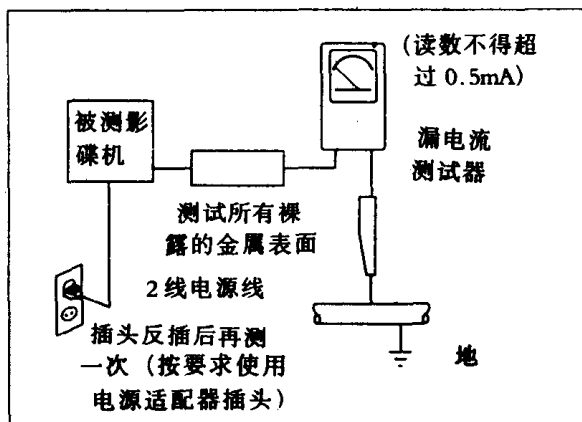

图1.1.1 交流漏电测试
3) 加电漏电检查，见图1.1.1。整机完全装好后，将交流电源插头直接插入220V交流插座（在进行此项测试时不要用隔离变压器），再用漏电测试器或万用表测量漏电。测量仪表必须符合美国国家标准协会（ANSI）C101为电气用品制定的漏电测量用标准和保险商实验室（UL）1270（40.7）的规定。激光播放机的交流电源开关先接通再断开，分别在两种情况下测量裸露金属零件（如天线、手把、金属机壳、螺钉头、金属罩板、金属控制旋钮等）与已知的大地（如金属水管、下水道管等等）之间的漏电情况，特别是那些与机身底板有电气回路接通的裸露金属零件更为重要。漏电流不得超过0.5mA。测试完毕后再将电源插头反接后重复上述测试。